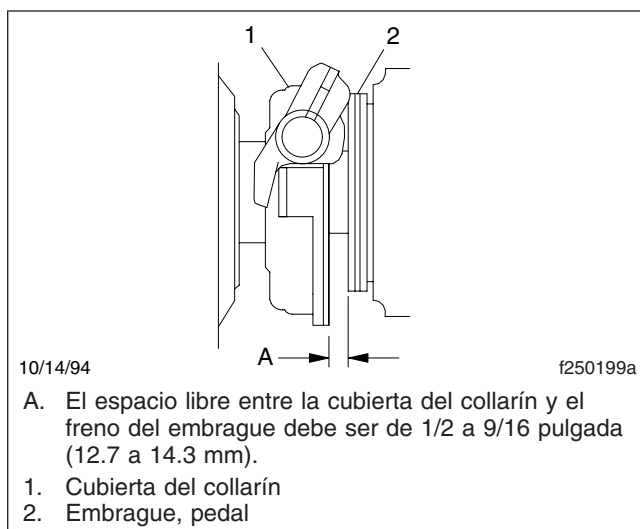

Figura 10, Dimensión del recorrido del collarín
3. Mida el recorrido del collarín. Vea en la **Figura 10** la dimensión correcta que debe medir. Utilizando los dos extremos de la herramienta para el recorrido del collarín, revise esta separación de la siguiente manera: